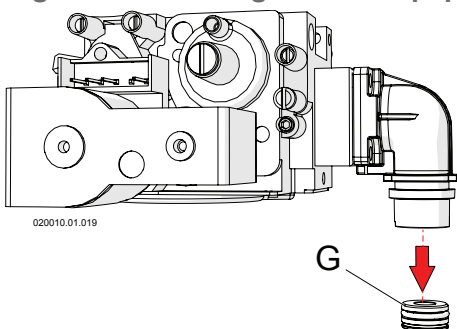

Figure 16-4 - Remplacement de la buse gaz
- 7 - Remplacer la buse "G" de la figure 16-4 par celle du kit en vérifiant la correspondance du diamètre sur le tableau 16-8 ;